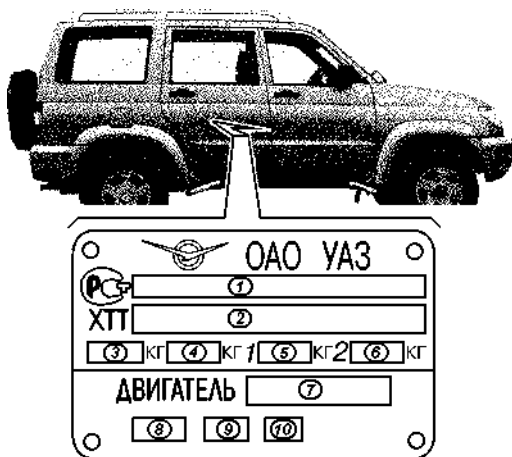
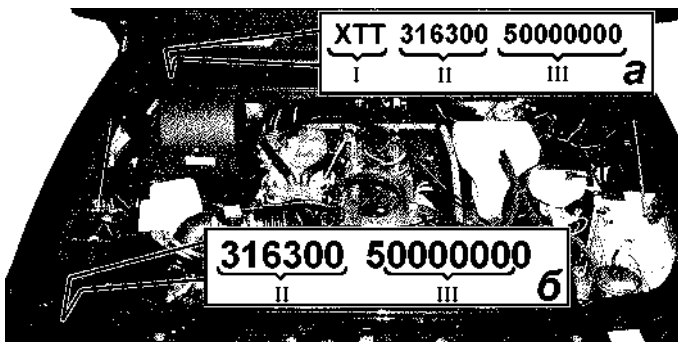

Рис. 1.1. Заводская табличка автомобиля:
Рис. 1.2. Расположение идентификационного номера транспортного средства и номера кузова:
**Заводская табличка автомобиля** (рис. 1.1) установлена на центральной стойке боковины кузова с правой стороны автомобиля.
**Идентификационный номер** транспортного средства выбивается на заводской табличке (рис. 1.1) и на кузове автомобиля, на нижней панели ветрового окна (рис. 1.2).
Идентификационный номер (рис. 1.2) состоит из трех частей:
**Идентификационный номер кузова** выбит на верхнем соединителе рамки облицовки радиатора (рис. 1.2).